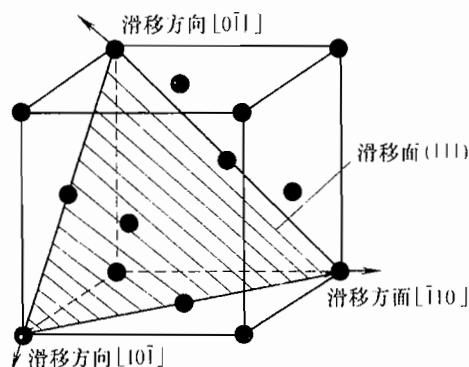

图 34-1 第三题第 1 小题解答图
1. 纯铜晶体具有面心立方结构, 铜晶体的一个晶胞如图 34-1 所示, 其原子半径为 $\frac{\sqrt{2}}{4}a$ 。
(3) 见图 34-1。